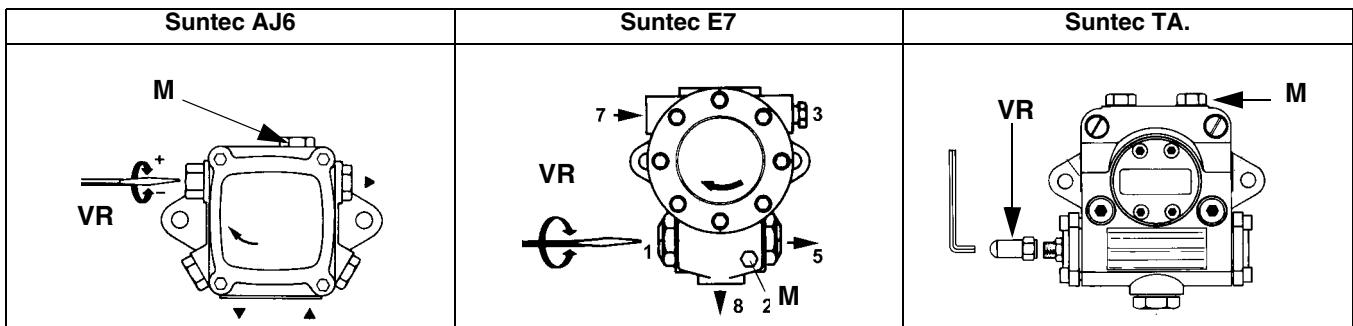
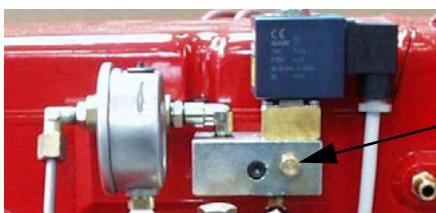

Рис. 37
Рис. 40
- выпустить воздух со штуцера (**M**) манометра насоса (Рис. 37), расслабив слегка заглушку, но не снимая ее; затем отпустить контактор;
- 3 выпустить воздух со штуцера (**M**) манометра насоса (Рис. 37), расслабив слегка заглушку, но не снимая ее; затем отпустить контактор;
Давление питания форсунки уже отрегулировано заранее на заводе-изготовителе и не должно изменяться. Только в случае необходимости, отрегулировать давление питания (см. соответствующий параграф) следующим образом: установить манометр в положение, указанное на Рис. 40, воздействовать на регулировочный винт **VR** насоса (см. Рис. 37) до получения на форсунке давления в 20бар (форсунки Monarch или форсунки Bergonzo - см. на стр.33-34);